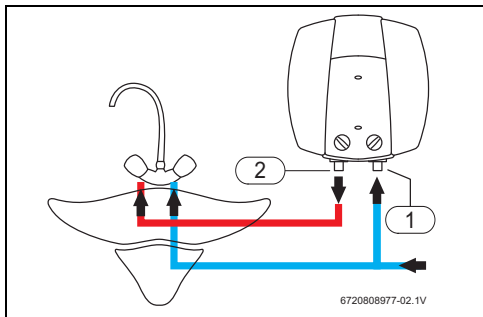

Рис. 7 Монтаж над раковиной (модель ES...5MOWIV-B)
- Обозначьте трубы горячей и холодной воды соответствующим образом, чтобы не перепутать их (→ рис. 7 и 8).